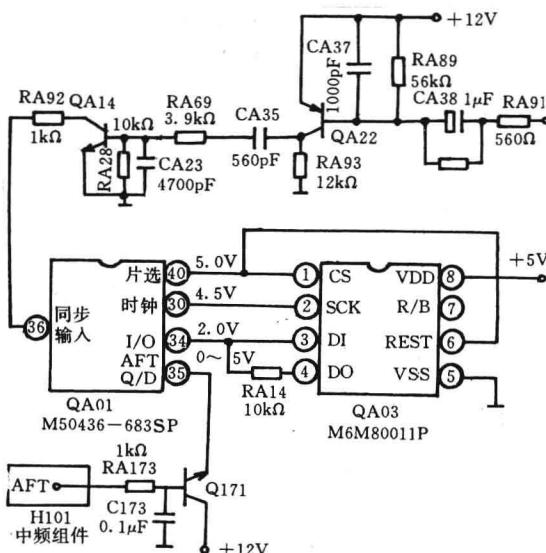

图 1 东芝 2500XH 微处理器 AFT 输入及存储器电路
彩色显像管作为电压驱动器件,要获得高亮度、高对比度彩色图像,必须有高的激励电压;而图像的清晰度与末级视频放大器的带宽成正比,因此高画质大屏幕的松下TC-29GF10R彩电采用了如图1所示的高增益、宽频带三基色激励放大电路。
QA01 (M50436—683SP) 的⑩脚为同步脉冲输入脚(如图 1),在调谐选台期间 CPU 若检测到该脚有同步信号输入,就判为接收到电视信号,然后根据⑤脚 AFT 电压来实现自动搜索调谐的准确性。然后 CPU 在⑩脚时钟脉冲的作用下,由④脚输出波段数码及调谐数码给 QA03 (M6M80011P),以便在相应预置号存储